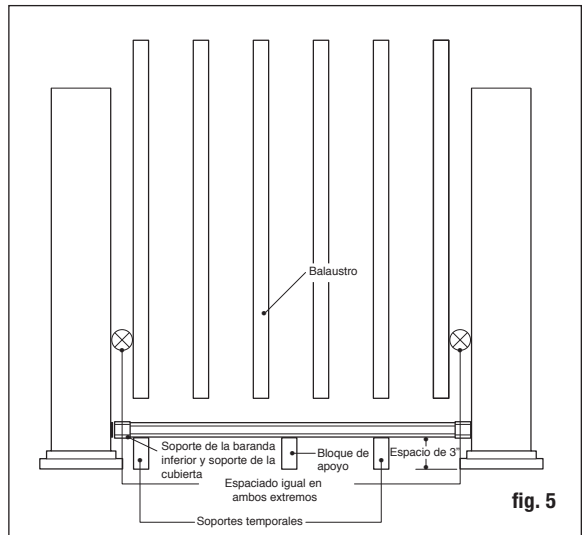

fig. 5
Paso 6 Mida la distancia entre las coberturas de poste instaladas para determinar la longitud de los barandales superior e inferior. Posicione el barandal inferior al lado de los postes y ajústelo de modo que la distancia entre el primer agujero de balaustre y el poste sea mayor a 5.1 cm (2 pulg.) e igual en ambos extremos (consulte la fig. 5). Marque el barandal. Corte el barandal inferior. Corte el barandal superior con el mismo espaciamiento y longitud.
y luego sujete el soporte lineal al barandal usando tornillos cuadrados autorroscantes de cabeza cilíndrica #10-16 x 3/4" - #2 (fig. 5).